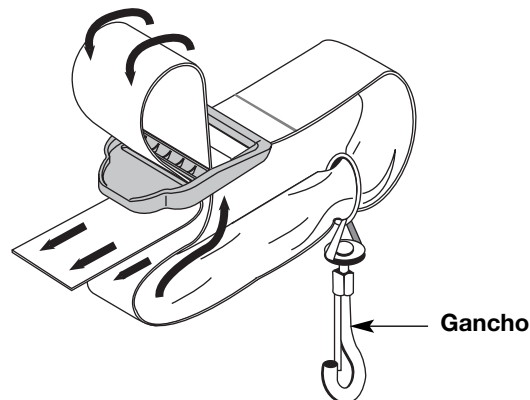

Fig. 6
- Pase la correa sobre la barra transversal y hacia abajo por la ranura de la hebilla (Fig. 6).